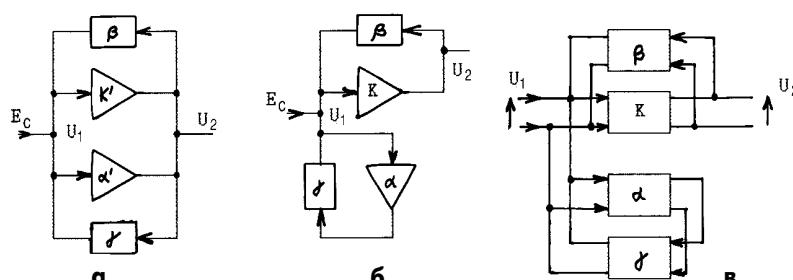

рис. 12
Для этого канал K на рис.10,а заменим двумя параллельно включенными идентичными каналами K' и α' , коэффициенты передачи которых одинаковы и $K' + \alpha' = K$ (**рис.12,а**). Пусть входные сопротивления цепей β и γ равны между собой, и по сравнению с ними выходные сопротивления каналов пренебрежимо малы (это условие в общем случае необязательно и используется здесь только для упрощения рассмотрения).
От такой замены в работе устройства ничего не изменится. Поскольку значения сигналов на выходах идентичных каналов в каждый момент времени строго равны друг другу, то ничего не изменится также, если убрать перемычку, соединяющую эти выходы (**рис.12,б**), поскольку ток через эту перемычку не течет - потенциалы выходов одинаковы. Только возрастут коэффициенты передачи каждого канала до значения K схемы рис.10,а, так как уровни сигнала на их выходах останутся прежними.
Схема, изображенная на рис.12,б, представляет собой простейшее устройство с параллельным подключением петли ПОС (α и γ) к петле ООС (K и β), фактически такое же, как в [1], рис.2. Нетрудно убедиться, что его работа описывается формулами, аналогичными (20)–(22), только сомножитель K при коэффициенте передачи цепи ПОС γ следует заменить на α .
В схеме рис.12,б теперь можно изменить тип канала α по сравнению с исходным устройством с инвертирующим на неинвертирующий или наоборот, изменив одновременно с этим и тип цепи γ , чтобы ОС в петле из элементов α и γ осталась положи-
Довольно часто схема рис.12,б понимается неверно, а именно, будто бы две части схемы (замкнутые петли ООС и ПОС) соединены между собой одним проводом. Если бы это было так, то петли не оказывали бы друг на друга никакого действия, процессы в них происходили бы независимо, и они вели себя как изолированные петли ООС и ПОС.
На самом деле входы каналов K и α соединены между собой (и с выходами цепей β и γ) сигнальным кабелем. Схема в "расшифрованном" виде может быть, например, такой, как на **рис.12,в** (параллельное включение обратных связей по входу). Поэтому U_1 является одновременно и входным напряжением каналов K и α , и суперпозицией возвратных напряжений петель ООС и ПОС с внешним сигналом. Так что возвратное напряжение петли ПОС действует на входе петли ООС и, наоборот, возвратное напряжение петли ООС действует на входе петли ПОС, поэтому петли являются тесно взаимодействующими.
До тех пор, пока свойства каналов K и α одинаковы, схема рис.12,б не имеет никаких преимуществ по сравнению со схемой рис.10,а. Преимущества начинаются тогда, когда, сохранив величину $\alpha \gamma = 1$, мы начинаем: 1) уменьшать мощность канала α и его коэффициент передачи по сравнению с исходным каналом K , увеличивая одновременно коэффициент передачи γ (это можно сделать, так как от канала α на рис.12,б не требуется большой мощности, поскольку он не будет работать на низкозомную нагрузку, как канал K); 2) воспользовавшись новыми параметрами канала α , до предела увеличиваем его линейность (а также линейность цепи ПОС γ , если она не является пассивной) так, чтобы общая линей-
Пусть на выходе K (рис.12,б) действует ЭДС возникающих в нем искажений E_g аддитивного типа. Уравнение баланса в суммирующей точке имеет вид
Тот же факт можно описать по-другому: обе схемы (рис.12,б и рис.10,а) работают по принципу уменьшения суммарного ПУ системы на единицу под действием ЕПОС. Это уменьшение происходит за счет вычитания на входе устройства из сигнала ООС сигнала ПОС. Если сигнал ПОС "линеен"